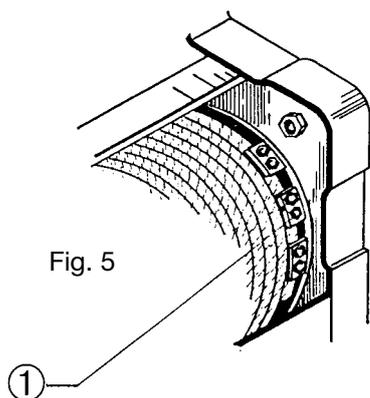

Fig. 5
Per lo smontaggio della fune: sfilare il cuneo capofisso (Fig. 4), quindi togliere il capo della fune dalla staffa e sfilare la fune dalle pulegge bozzello ed eventuale rinvio. Svolgere completamente la fune dal tamburo premendo il pulsante "discesa" della pulsantiera di comando, fino all'estremità del tamburo. Allentare le viti di fissaggio morsetti della fune (Fig. 5).
Montaggio fune nuova: infilare la fune all'ultimo morsetto di fissaggio facendo uscire di circa 40 mm il capo della fune; stringere le viti del morsetto (Fig. 5 - pos. 1) serrando la fune fino allo schiacciamento della stessa e fissare gli altri morsetti.